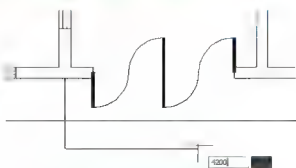

图 2.102 光标向右拖动并输入“4200”
⑥ 在指定下一个点或 [圆弧(A)/半宽(H)/长度(L)/放弃(U)/宽度(W)]: 提示下, 将光标水平向右拖动, 输入“4200”后按 Enter 键, 如图 2.102 所示。